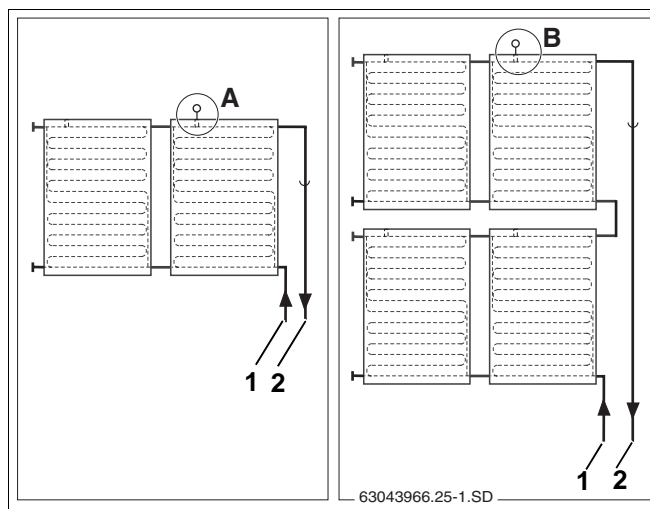

Bild 50 Monteringsplats temperaturgivare (schematisk framställning)
Observera monteringsplatsen vid en- resp. tvåradiga solpanelssystem (bild 50).
Temperaturgivaren måste monteras i solpanelen med ansluten framledning (bild 50, **pos. 2**).
- Monteringsplats (bild 50, **pos. A**) vid enradiga solpanelssystem.
- Monteringsplats (bild 50, **pos. B**) vid tvåradiga solpanelssystem.